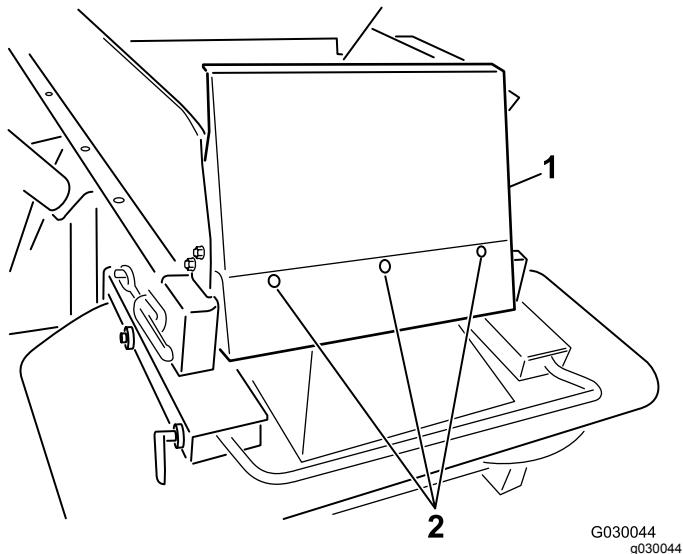

Figure 7
6. Montez le déflecteur de la trémie au moyen des boulons à tête ronde (1/4" x 5/8") et des contre-écrous en nylon fournis (Figure 7).